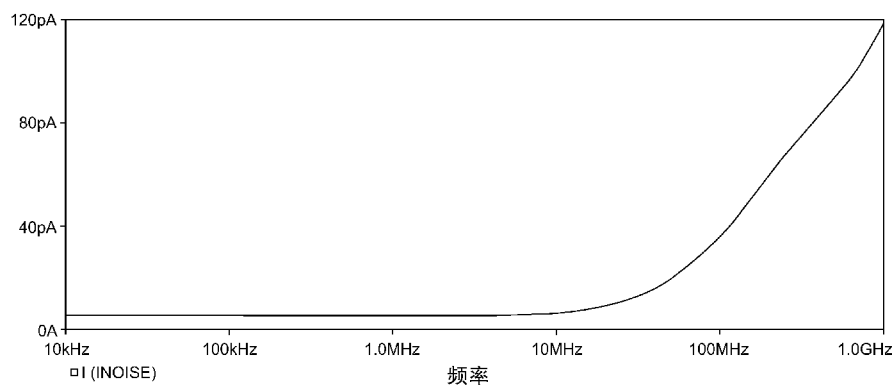

图 14.9 等效输入噪声随着频率的升高而增大
11. 删除总输出噪声曲线 NTOT (ONoise)，然后添加等效输入噪声曲线 I (Noise)。如图 14.9 所示，因为晶体管的电流增益与频率成正比，所以输入噪声随着频率的升高而增大。因为输入信号源为电流源，所以输入噪声单位为 $A/\sqrt{Hz}$ 。